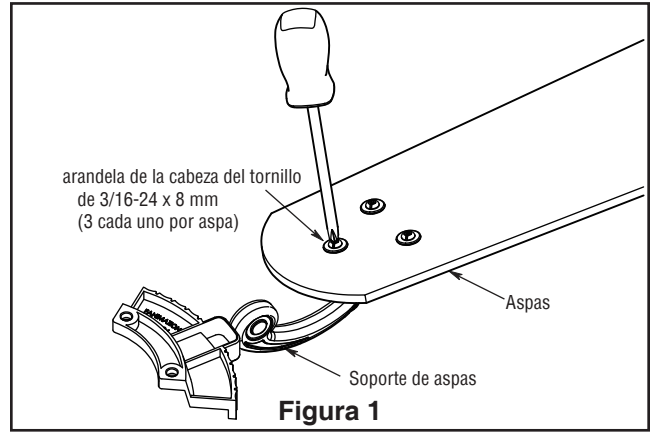

Figura 1
1. Coloque el asa sobre el soporte de aspas con los pilotes roscados a la vista. Asegúrese de que la parte inferior del asa se encuentre bien apoyada sobre el soporte. Con un destornillador Phillips, fije los tornillos con cabeza de arandela de 3/16-24 x 8 mm para asegurar la placa en el brazo de sujeción de las palas. (Figura 1).